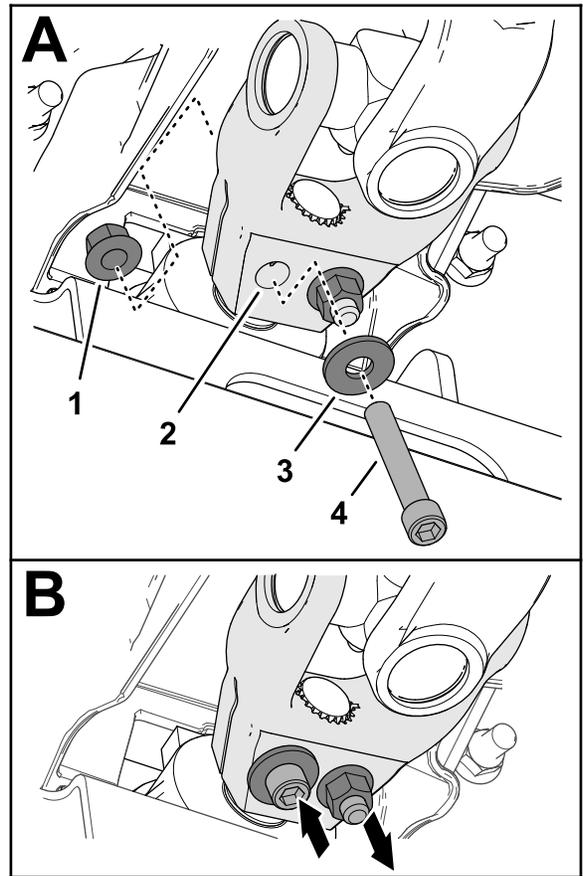

图 19
6. 通过垫圈 3/8 英寸和驱动轴轭中的孔组装内六角平头螺丝 3/8 x 2-1/4 英寸 图 19 并用凸缘锁紧螺母 3/8 英寸固定平头螺丝。
7. 从对向通过垫圈 3/8 英寸和驱动轴轭中的孔组装内六角平头螺丝 3/8 x 2-1/4 英寸 图 19 并用法兰锁紧螺母 3/8 英寸固定平头螺丝。